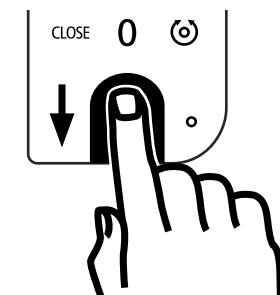

Fig. 8
- 2 Far scorrere la punta del dito memorizzato dall'alto verso il basso sul campo del sensore (Fig. 8).